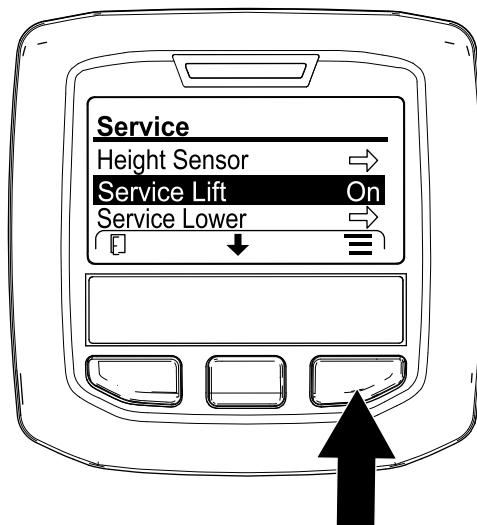

Figura 131
4. Apăsai butonul central InfoCenter până când este selectată opțiunea SERVICE LIFT (Ridicare pentru service) (Figura 131) și apăsai butonul din dreapta.